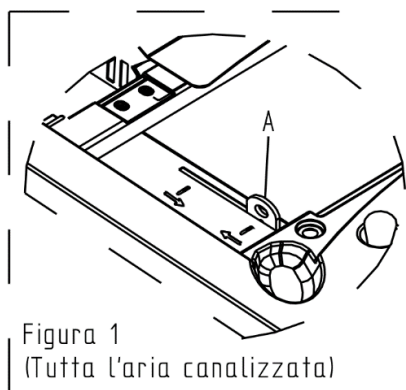

Figura 1
- Todo hacia atrás, moviendo la palanca (A) hacia abajo (figura 1).